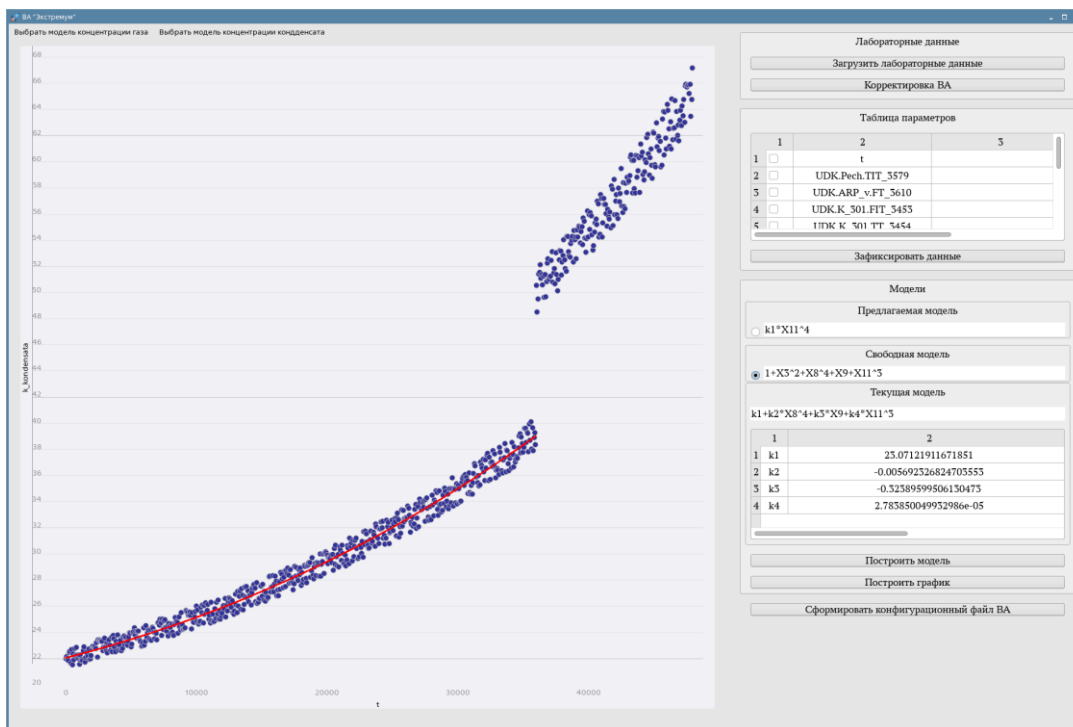

Рисунок 22 – Основное окно модуля. Корректировка модели концентрации конденсата. Этап 1
1. Произведём корректировку виртуального анализатора. Нажмём кнопку «Корректировка ВА». С помощью открывшихся окон выбора файла загрузим данные из файлов «Концентрация конденсата (за месяц).csv» и «Данные замеров (за месяц).csv» и нажмём «Открыть» см. Рисунок 22.